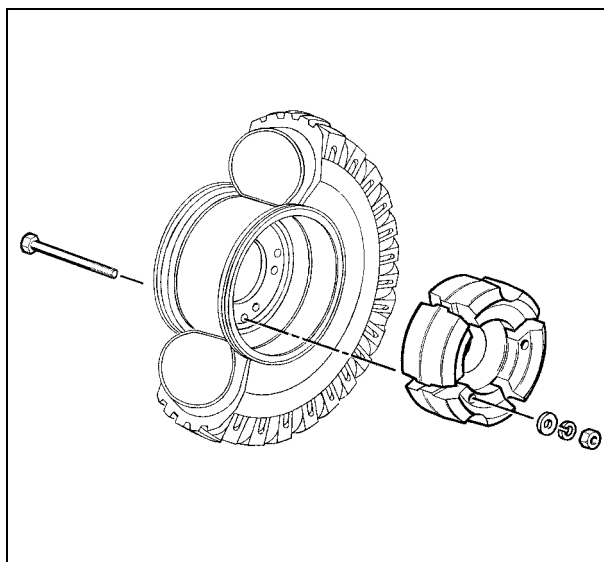
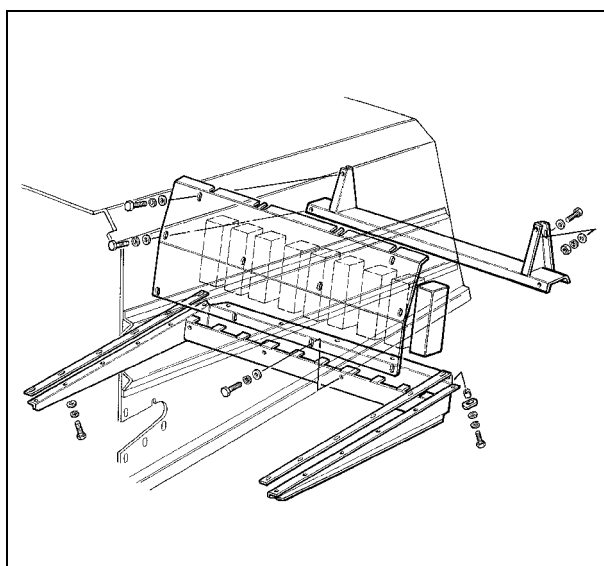

Рис. 11
Рис. 13
### МАССА БАЛЛАСТНЫХ ГРУЗОВ - Рис. 11 – Рис. 13
- Балластные грузы на задние шины (Рис. 11). Балласт круглого типа, прикрепляемый к дискам с желобом; диски могут быть отдельными или двойными.
- Балластные грузы на кожухе клавишного соломотряса (Рис. 13), для машин без соломорезки. Это корпусный балласт, который должен устанавливаться внутри соответствующей опоры.